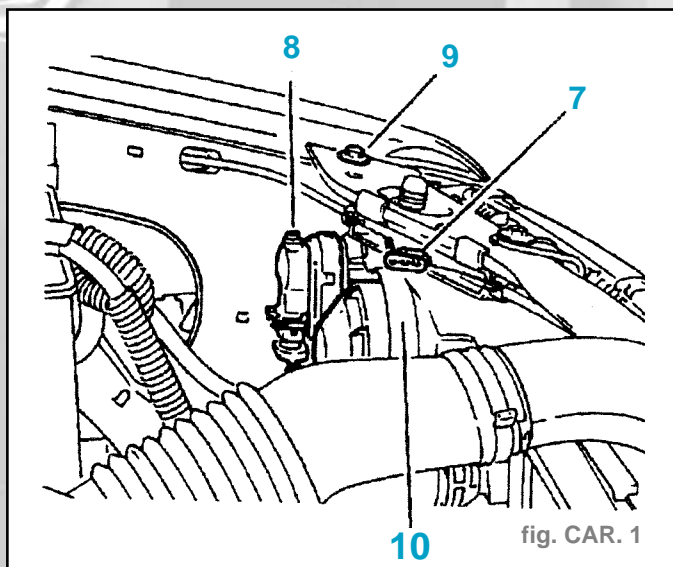

fig. CAR. 1
- Dégrafer (fig. CAR. 1) :
- le câble d'ouverture de capot (7),
- le correcteur de site (8).